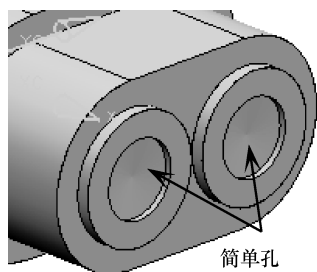

图 3-35 创建另一侧的孔特征
- 07 同理，在对称的另一侧创建出同样尺寸的简单孔特征，如图 3-35 所示。